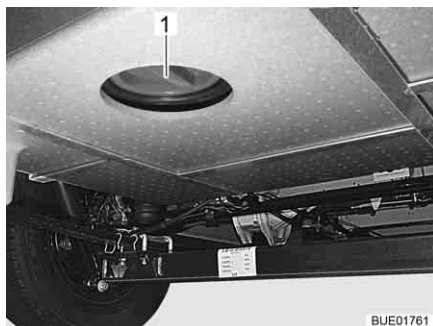

Bild 268 Rengöringsöppning avloppstank
- Öppna avloppstankens rengöringsöppning (Bild 268, 1) och avtappningskranen.